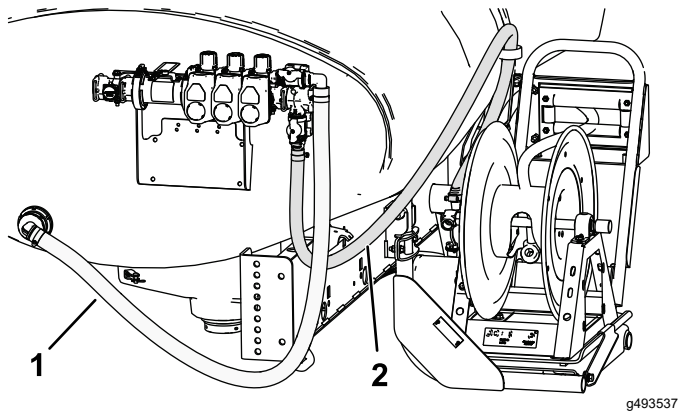

图 33
18. 如图 33 中所示铺设软管卷供水软管并用软管夹将其连接到软管卷。